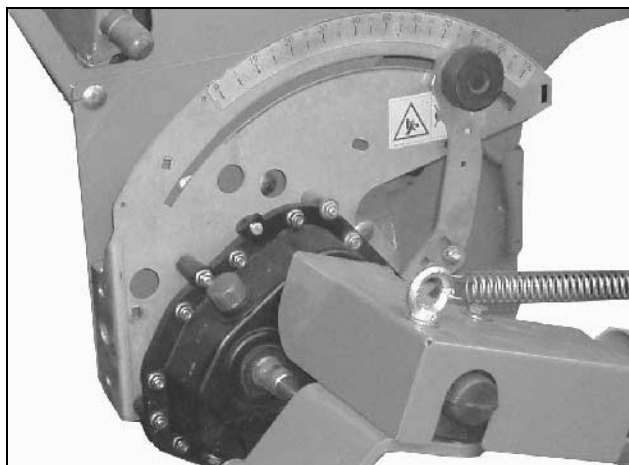

Fig. 23
- la palanca de ajuste de engranajes (Fig. 23/2) se ajusta manualmente. Cuanto mayor es el valor de escala, mayor será la cantidad de sembrado.
- el motor de ajuste (Fig. 23/1) desplaza la palanca de ajuste de engranaje (Fig. 23/2) (opción).